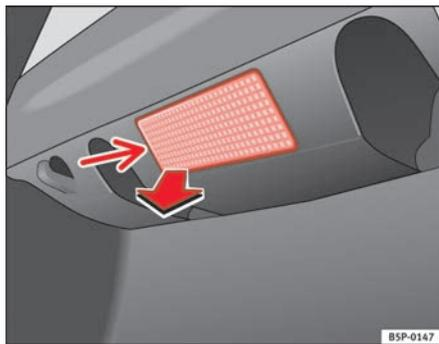

Fig. 168 Feu du coffre à bagages
- Retirez la tulipe en faisant pression sur le rebord de la partie intérieure de celle-ci flèche- à l'aide d'un tournevis plat ⇒ fig. 168.